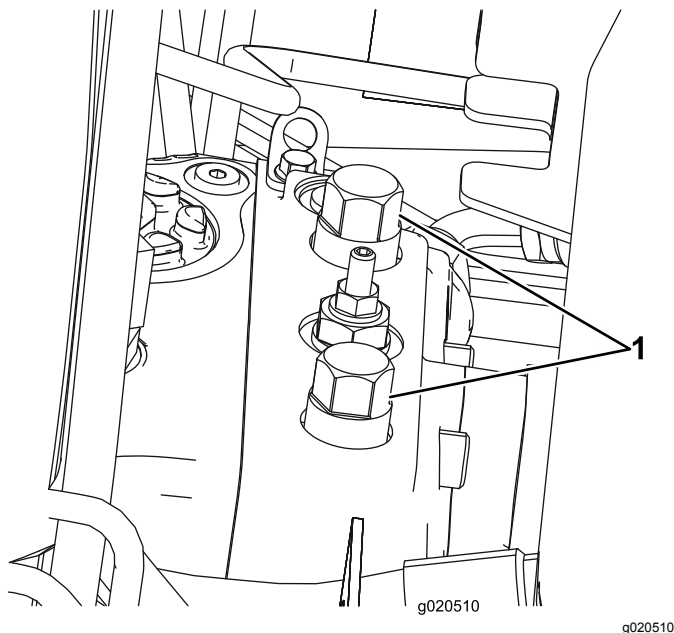

図 40
1. フードを開け、バッテリーボックスの後ろにあるポンプの上面についているバイパスバルブを探し出す 図 40。